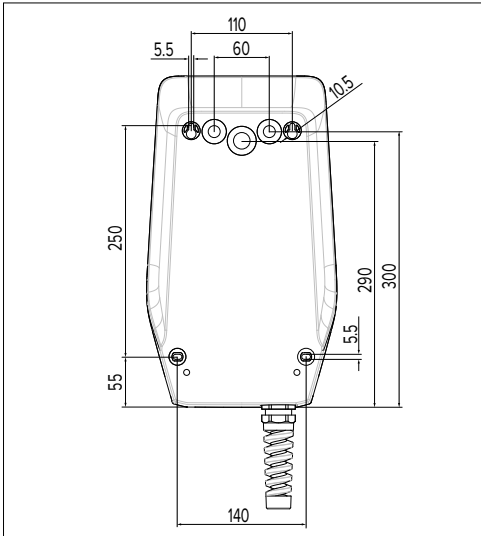

Fig. 6: Dimensions de perçage [mm]
En cas de montage mural, la position de la ligne d'alimentation doit être définie à l'aide du gabarit de perçage fourni ou de la figure "Fig. 6: Dimensions de perçage [mm]". Des entrées de câbles sont montées au dos, sur la face inférieure et sur la face supérieure.
- ▶ Dessiner les trous de perçage à l'aide du gabarit de perçage fourni ou de la figure "Fig. 6: Dimensions de perçage [mm]". Veiller ici à un alignement horizontal.